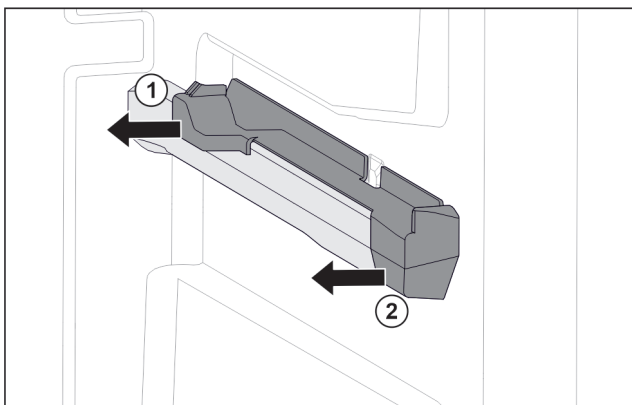

Fig. 122 Nasazovací díl na pravém žebrování na nádoby
- ▶ Stáhněte nasazovací díl vzadu na stranu. Fig. 122 (1)
- ▶ Stáhněte nasazovací díl vpředu na stranu. Fig. 122 (2)